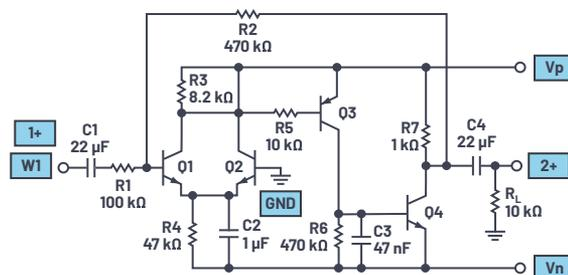

图1 高增益放大器。
在无焊面包板上构建图1所示的放大器电路。
如图1中的蓝色方框所示，将电路连接至ADALM2000 I/O连接器。对于未使用的示波器负输入，在不使用时最好将其接地。对Q1和Q2晶体管应使用SSM2212 NPN匹配对。
- ▶ 对于图1所示的电路，从输入源W1到R输出的增益是多少？由哪些组件设置此增益？